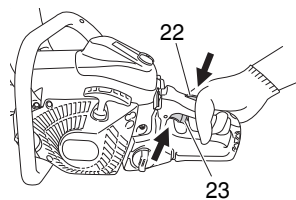

Fig. 17
- Después de arrancar el motor, tire por completo una vez de la palanca del acelerador (23) con bloqueo de la palanca del acelerador (22) y suéltela de inmediato. (Fig. 17) Luego, la aceleración media estará desenganchada. Tire del dispositivo de seguridad delantero (2) hacia el asa delantera para desactivar el freno. Espere a que el motor se caliente durante aproximadamente 2-3 minutos antes de someterlo a cualquier carga.